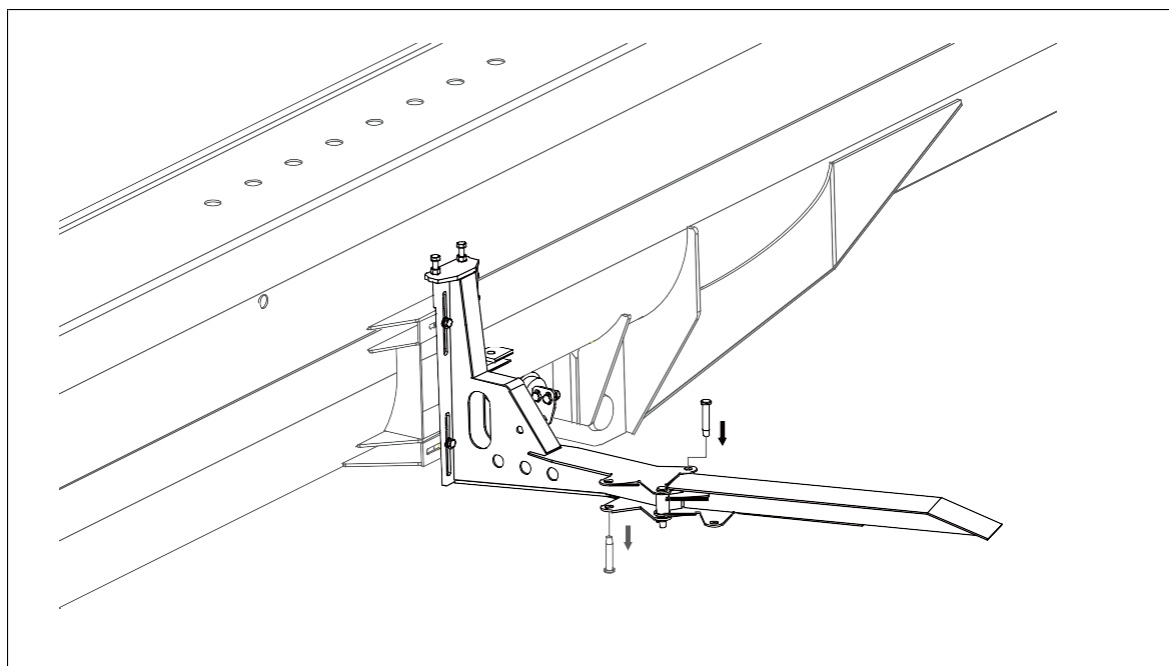

Figura 7-34 Estenda o suporte dobrável
- G. Use a seção do braço 1. Remova o pino e estenda o suporte dobrável. E prenda-o com o pino removido. Consulte a figura 7-34.